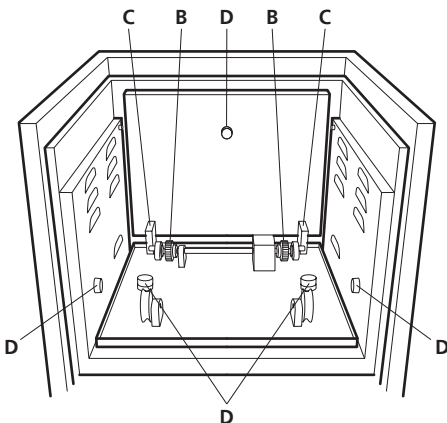

Figura 4: Componentes de transmisión de la incubadora SI30H
- 5.4 Sitúe el soporte en una incubadora en el mecanismo de rotación, y asegúrese de que las bandas estriadas en cada lado del soporte se sitúan sobre los dientes de acero del mecanismo de rotación en la parte trasera de la incubadora (B en la figura 4). Los bordes de plástico del soporte se colocan en las pequeñas ruedas situadas en el suelo de la incubadora. Cierre la puerta de la incubadora.
- 6.2 Levante la plataforma por el asa (A en la figura 4) desde su posición de almacenamiento, deslícela hacia delante y colóquela en el mecanismo basculante situando los pasadores laterales de la plataforma en los retenes (D) situados en las paredes laterales de la cámara de la incubadora. Esta acción asienta los bloques de nylon (C) en la parte inferior de la plataforma sobre los pasadores (E) que sobresalen del mecanismo basculante en la parte posterior de la incubadora.